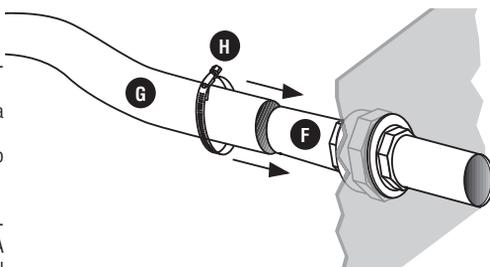

Fig. 8
Collegate il tubo **G** al raccordo **F** serrando con la fascietta in acciaio **H** (Fig. 8).
2) Ora, sempre dalla parte esterna della piscina, dovette individuare la bocchetta di immissione ENTRATA ACQUA **A** alla quale dovette collegare il tubo **G** al raccordo **F** serrando con la fascietta in acciaio **H** (Fig. 8).